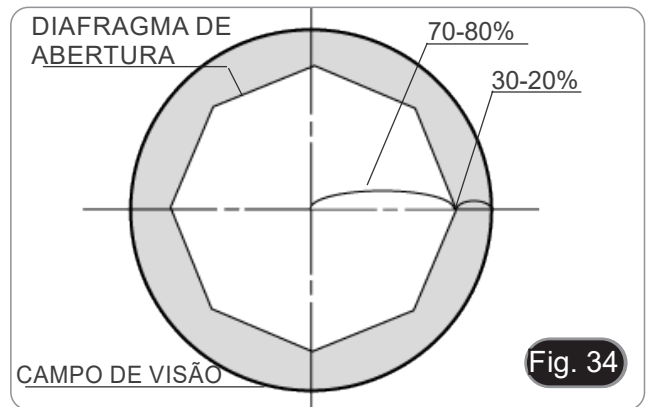

Fig. 34
- Para amostras com baixo contraste, defina o valor da abertura numérica ⑤ (mostrado no anel do condensador) para cerca de 70%-80% do A.N. da objetiva (Fig. 33). Se necessário, remova uma ocular e, olhando para o suporte da ocular vazio, ajuste a porca de anel do condensador até obter uma imagem como mostrado na Fig. 34.
- Com espécime de baixo contraste, mover a alavanca do diafragma para cerca de 70%-80% do N.A. da objectiva, se necessário, retirar no óculo e, olhando para a manga vazia, ajustar a alavanca AS de modo a obter uma imagem como a da Fig. 34.